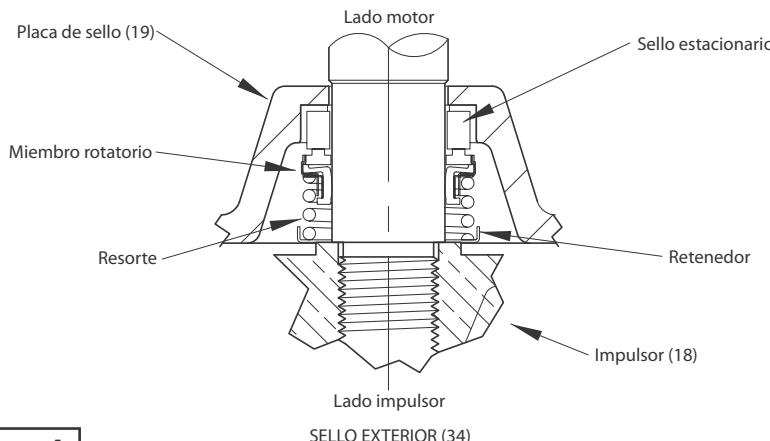

Figura 4
Presione firmemente la parte estacionaria en la placa de sello (19) usando una herramienta de empuje. Asegúrese de que el miembro estacionario esté alineado. Nada excepto la herramienta de sello debe entrar en contacto con las caras del sello (vea figura 4).